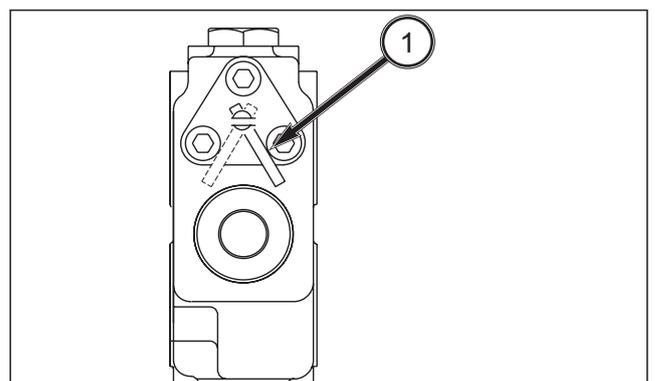

FIG. 109
FIG. 109: La palanca selectora (1) para las válvulas de acción simple y doble se encuentra en la parte trasera de las válvulas remotas. Para el funcionamiento de acción simple, la palanca debe girarse hacia la izquierda, y el funcionamiento de acción doble debe girarse hacia la derecha.